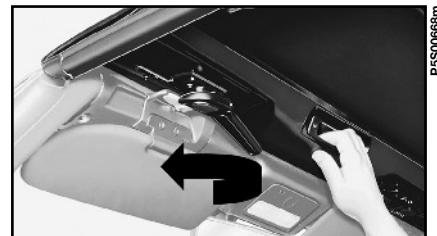

fig. 61
7) De l'intérieur de la voiture, baisser les pare-soleil; d'une main, maintenir la capote abaissée en utilisant le logement spécial fig. 61 et, de l'autre main, la bloquer sur la traverse de pare-brise en tournant les poignées prévues à cet effet.